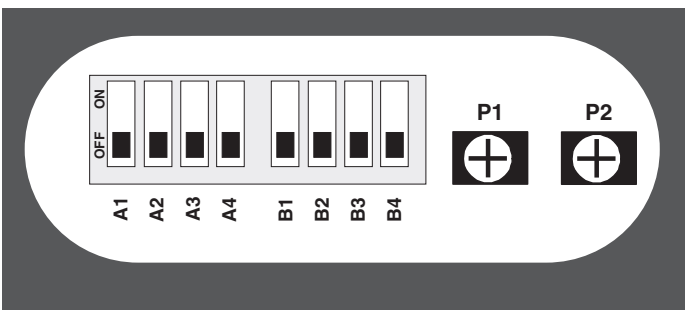

Abb. 17
**Einstellungen auf der Karte** (Abb. 17) :